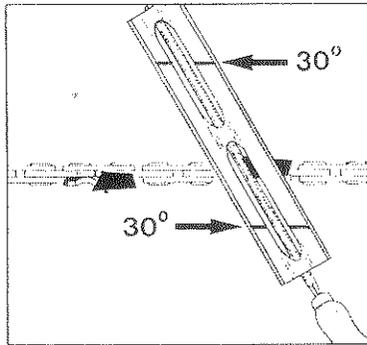

Bild 10
Voraussetzung für eine korrekt geschärfte Sägekette ist die Einhaltung der vorgeschriebenen Schrägwinkel (Bild 10, 11).
**Bild 10:** Das Nachschärfen muß mit einer Kettenrundfeile (4 mm Durchmesser) vorgenommen werden. Ein Feilenhalter erleichtert die Feilenführung, begrenzt gleichzeitig die Einfeiltiefe und trägt Markierungen für den Schrägwinkel (30°). Die Markierungen müssen beim Feilen parallel zur Kette verlaufen.